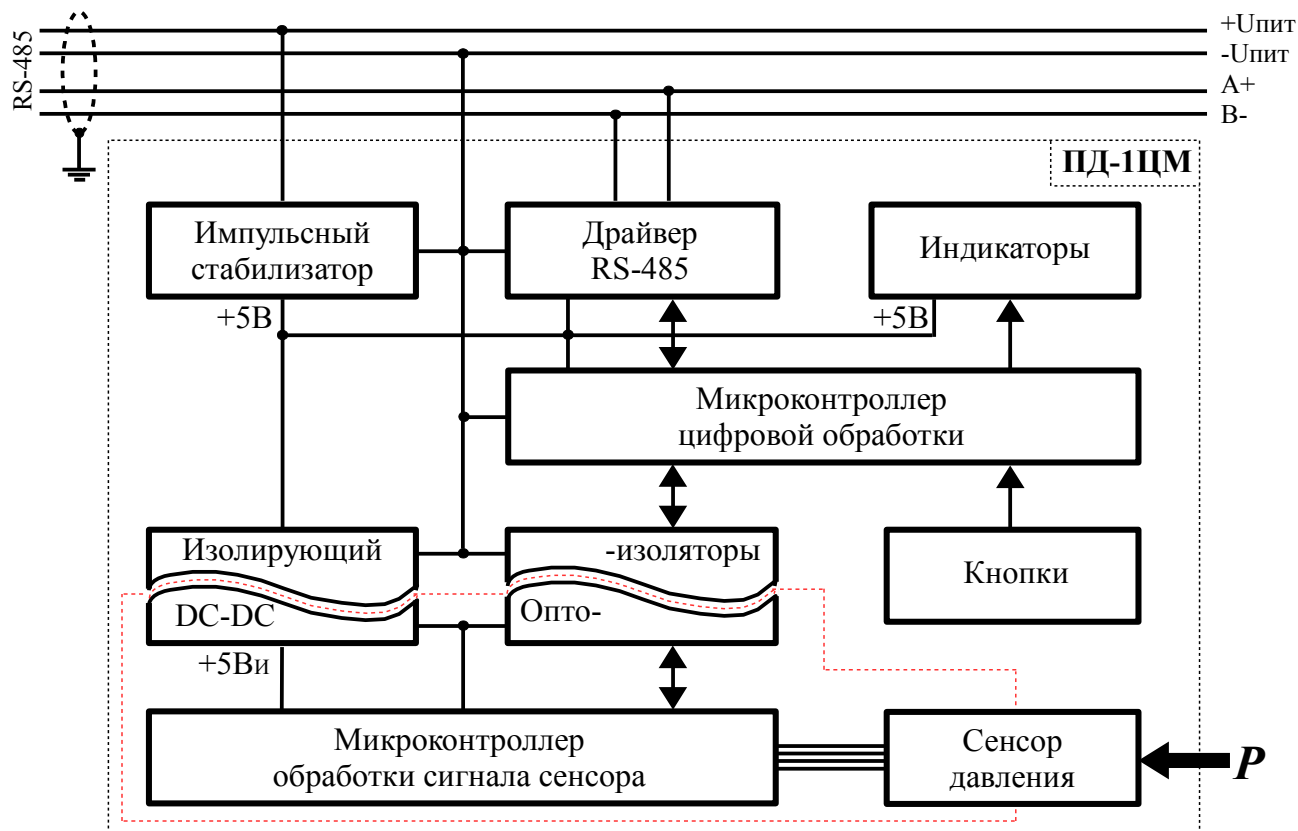

Рисунок 1 - Функциональная схема ПД-1ЦМ
7.2.2 Рисунок 1 поясняет устройство и работу преобразователя.